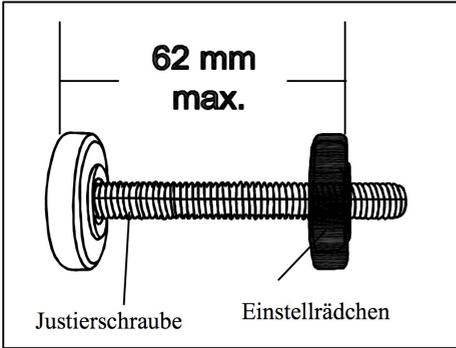

Abbildung 7
- Schrauben Sie jeweils ein Einstellrädchen auf alle 4 Justierschrauben (siehe Abbildung 7).
- Der Abstand zwischen dem Kopf der Justierschraube und dem Einstellrädchen darf maximal 62 mm betragen (siehe Abbildung 7).